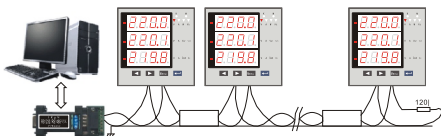

图2 RS485网络连接图
- 6、典型网络连接方式如图2所示。用户也可根据具体情况选用其它适合的方式。